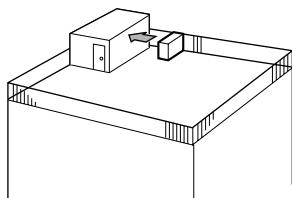

Fig. 2-3
- ① Richten Sie die Lufteintrittsöffnung mit einem Abstand von etwa 50 cm auf die nächstgelegene Wand aus. (Fig. 2-3)